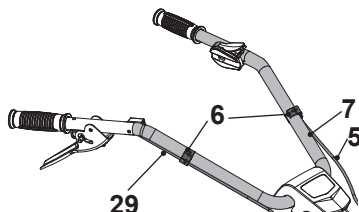

Fig. 6
1. Fije el cable del acelerador (5) y el cable del embrague (29) con los clips para cables (6) a la parte superior del manillar (7) (fig. 6).